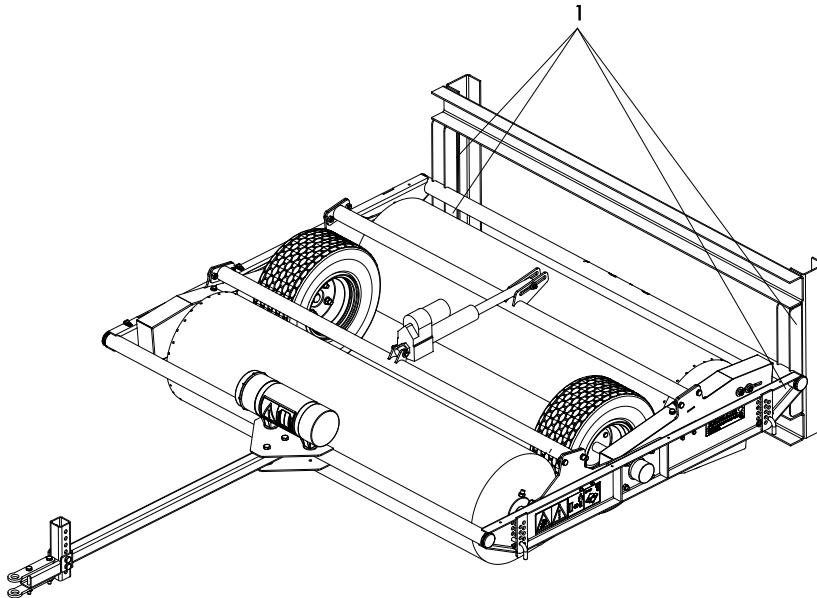

Fig. 7
6. Verwijder de pallet door de vier bouten (1) (fig. 7) los te draaien en vervolgens de pallet weg te nemen.